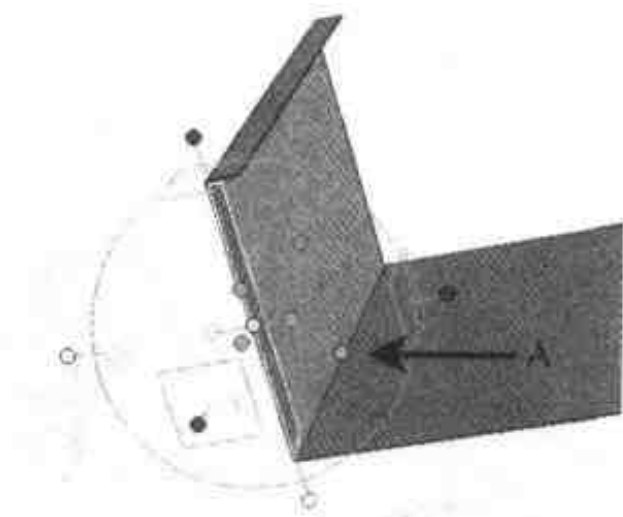

图 4.18 重新定位三维球
- (3) 打开【三维球】，按空格键后单独移动三维球，右击中心手柄选择【到点】命令，单击如图 4.18 所示底板直角边一侧中点位置(A)。